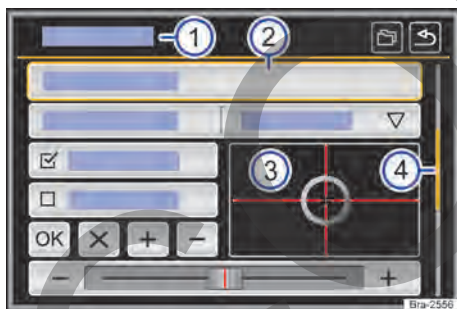

Fig. 99 Representación esquemática: cuadro general de las posibles superficies de función en el display.
El equipo está equipado con touchscreen (pantalla táctil) → **fig. 99** (3).
Las superficies de función inician funciones o abren otros submenús. En submenús se indica, en la línea del título, el menú actualmente seleccionado → **fig. 99** (1).